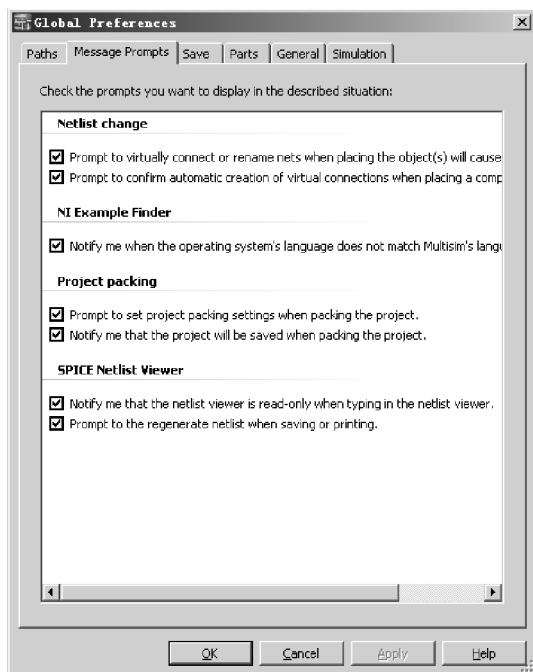

图 4-2 Message Prompts 标签页
(2) Message Prompts 标签页 (信息提示): Message Prompts 标签页如图 4-2 所示, 包括 4 个区。